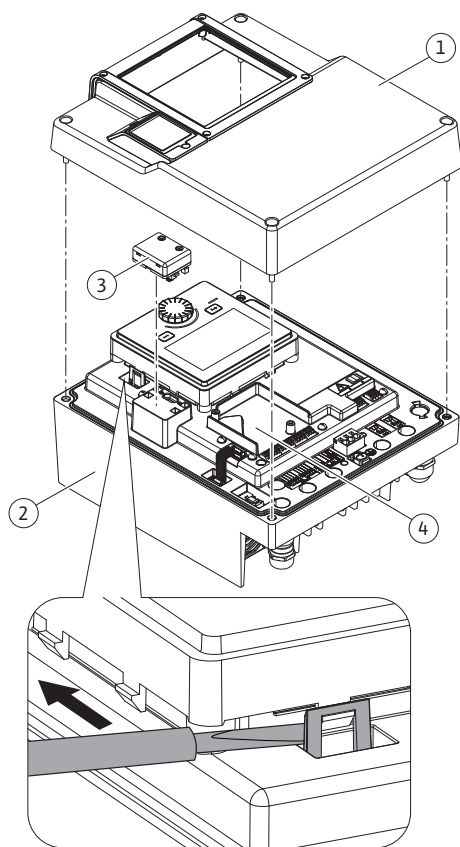
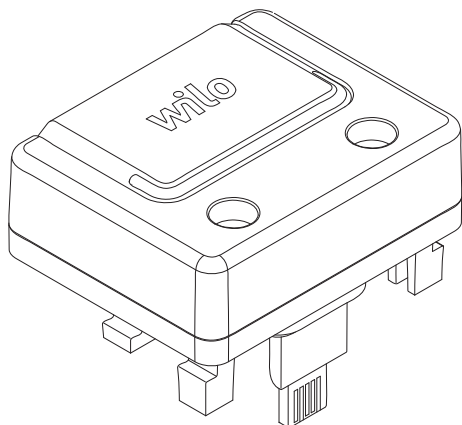

Fig. 26: Elektronikmodul
Fig. 27: Wilo-Smart Connect modul BT
Bluetooth-grænsefladen Wilo-Smart Connect modul BT (Fig. 26, pos. 3 og Fig. 27) bruges til tilslutning af mobilt terminaludstyr som f.eks. smartphone og tablet. I Wilo-Assistant-appen findes Wilo-Smart Connect-funktionen. Med Wilo-Smart Connect-funktionen kan pumpen betjenes og indstilles, og der kan udlæses pumpedata. Se kapitlet "Ibrugtagning" [► 44] vedrørende indstillinger.
1. Løsn fire skruer på elektronikmodulets overdel (Fig. 26, pos. 1; Fig. I, pos. 2).
3. Sæt Wilo-Smart Connect modul BT i den dertil beregnede grænseflade Wilo-Connectivity Interface. Se Fig. 26, pos. 3.
CIF-moduler (tilbehør) bruges til kommunikation mellem pumper og bygningsstyringsteknik. CIF-moduler sættes i elektronikmodulet (Fig. 26, pos. 4)